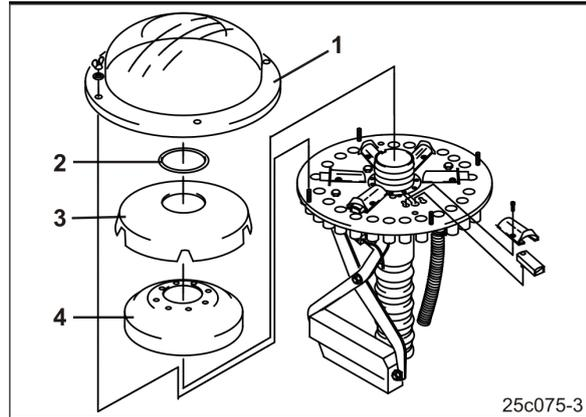

Fig. 132
1. Verteileraußenhaube (Fig. 132/1) demontieren.
2. Ring (Fig. 132/2) demontieren.
3. Verteiler-Innenhaube (Fig. 132/3) demontieren.
4. Schaumstoffeinsatz (Fig. 132/4) demontieren.